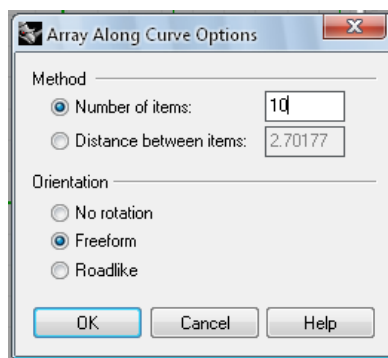

**Figura 5.62**
15.- Dibujar un triangulo con el comando "Polígono" en la base del espiral, para crear la rosca (figura 5.62).